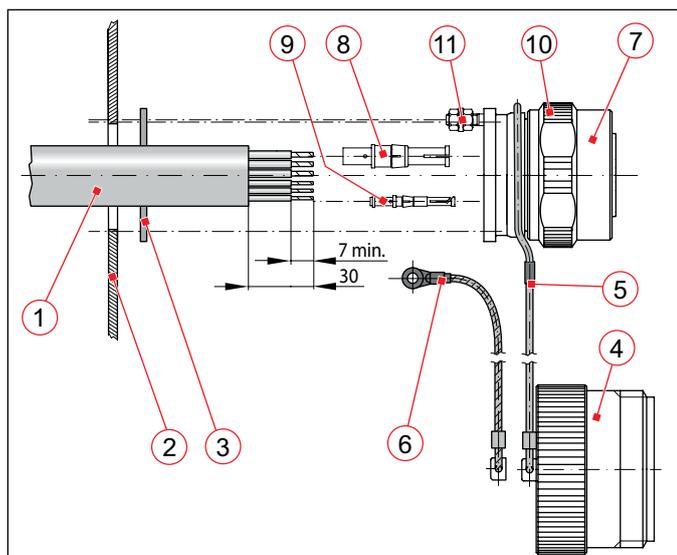

Abb. 6: Beispiel für die Montage von Steckern mit Flansch an eine Gehäusewand
Montage Stecker mit Flansch (siehe Abb. 6)
- ▶ An der Rückseite der Gehäusewand (2) die Kabeldurchführung/Zugentlastung (kundenseitig) herstellen.
Befestigung der Verschlusskappe (4) mit Schlaufe (siehe Abb. 6)
- ▶ Die beiliegende Hülse (5) auf das lose Ende der Schnur auffädeln.
- ▶ Die Schnur um das Steckergehäuse (7) legen und eine Schlaufe bilden (siehe Abb. 6).
- ▶ Das lose Ende der Schnur durch die Hülse (5) schieben und die Hülse mit einer Flachzange so verquetschen, dass die Schlaufe gespannt ist und nicht nach vorne vom Stecker herunterrutschen kann.
- ▶ Verschlusskappe (4) auf den Stecker aufsetzen und Verschlussring (10) handfest zuschrauben.
Befestigung der Verschlusskappe (4) mit Ringkabelschuh (siehe Abb. 6)
- ▶ Den beiliegenden Ringkabelschuh (6) auf das lose Ende der Schnur aufschieben und mit einer Flachzange verquetschen (siehe Abb. 6).
- ▶ Den Ringkabelschuh (6) mit einer der 4 Befestigungsschrauben am Flansch mit anschrauben.